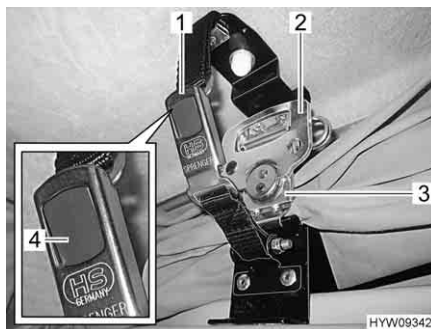

Fig. 39 Bloccaggio (tetto a soffietto)
- Tirare verso il basso sui due lati la serratura rapida (Fig. 39,3) e agganciarla nella piastrina di sostegno.
- Aprire la maniglia (Fig. 39,2) tramite la serratura rapida e ruotarla di mezzo giro in senso orario.
- Fissare entrambe le parti della serratura a scatto (Fig. 39,1). La linguetta grigia (Fig. 39,4) scatta in posizione.